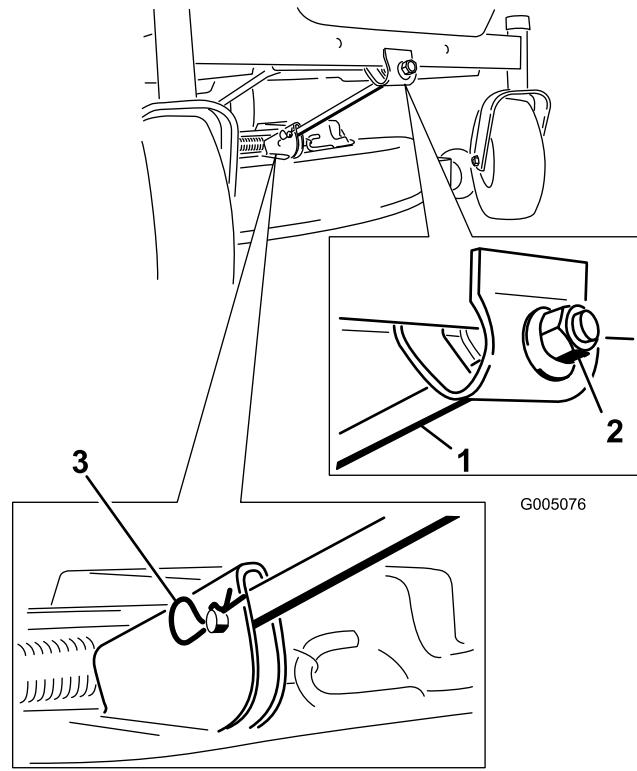

Figure 42
4. Enlevez la goupille fendue et les axes de chapes de la tige de support avant (Figure 42). Abaissez doucement l'avant du plateau de coupe au sol.
6. Fixez la tige de support avant au plateau de coupe à l'aide de l'axe de chape et de la goupille fendue (Figure 42).